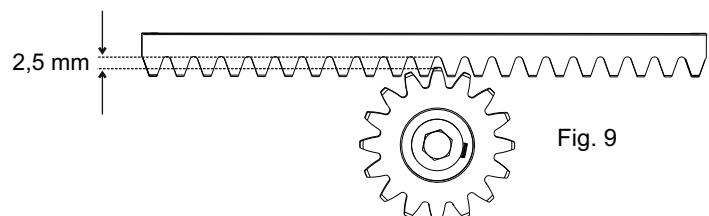

Fig. 9
5.6. toda la cremallera va levantada de 2,5 mm para evitar que el peso de la cancela llegue hasta el piñón, Fig. 9;